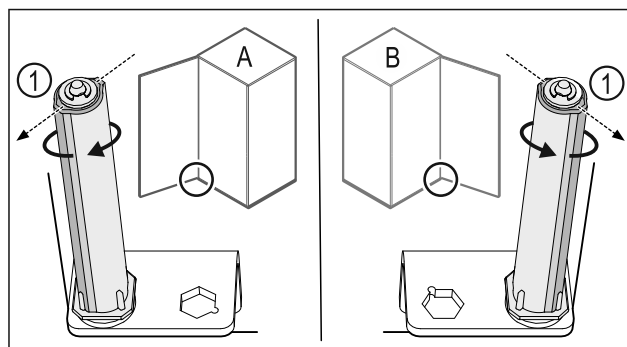

Fig. 35 Vasakpiiraja (A) / parempiiraja (B)
- ▶ Keerake sulgemissüsteemi vastu takistust, kuni sulgemissüsteemi vahetugi Fig. 35 (1) on suunatud väljapoole.